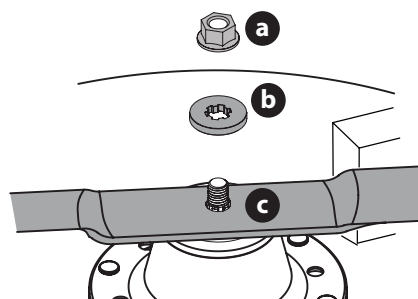

Figura 63
2. Quite la tuerca de seguridad bridada (a) y la arandela plana (b) del eje del husillo y extraiga la cuchilla (c) (Figura 63).